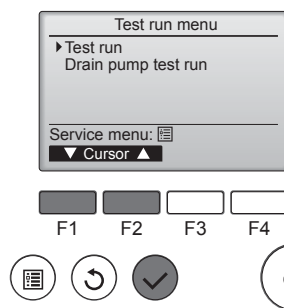

Fig. 7-4
- ④ Seleccione "Test run" (Modo prueba) con el botón [F1] o [F2], y pulse el botón [✓]. (Fig. 7-4)